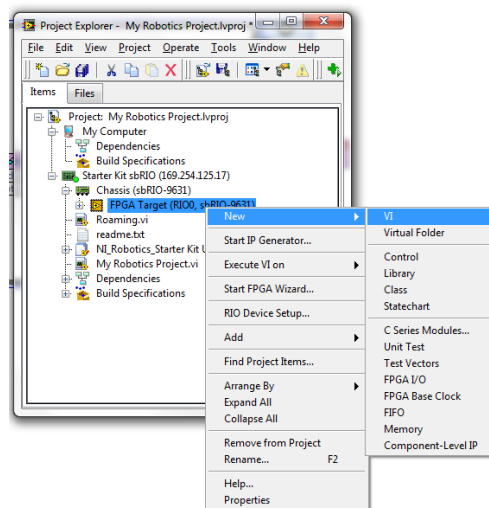

Fig. 40 Ruta de creación de VI sobre la FPGA.
- Diríjase a la ventana de Project Explorer. Haga click derecho en FPGA Target → New → VI (Fig. 40).